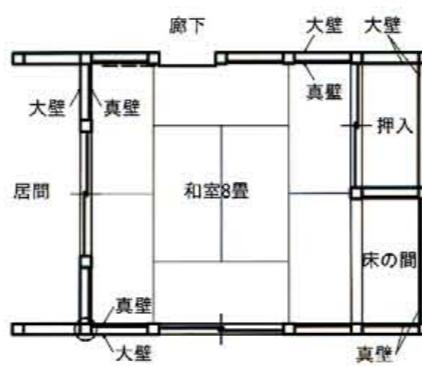

図18 和室8畳の大壁と真壁
(1) 第3の段階で仮線で描いた壁厚の線を筆圧を強くして濃い実線の太線で仕上げる。和室8畳の室内の真壁の部分は、壁の仕上面が柱面より内側にあるので描き方に注意する【図18】。